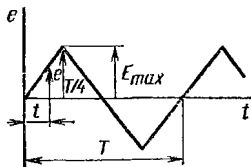

Рис. 1. Периодическая Э.Д.С.
1. Определите действующую периодическую Э.Д.С., зависимость от времени которой приведена на рис. 1. Сравните ее с действующей Э.Д.С., определенной по трем первым членам разложения в ряд Фурье. Максимальное значение Э.Д.С. $E_{\max} = 10$ В.